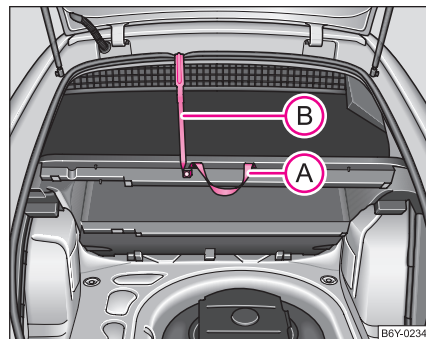

Abb. 191 Befestigung des Ladebodens mit einem Kunststoffhaken
- Heben Sie den Ladeboden am Griff (A) an und befestigen ihn mit dem Kunststoffhaken (B) (dieser befindet sich unter der Ladenbodenkante) an der Oberkante des Heckklappenausschnitts ⇒ Abb. 191. ■